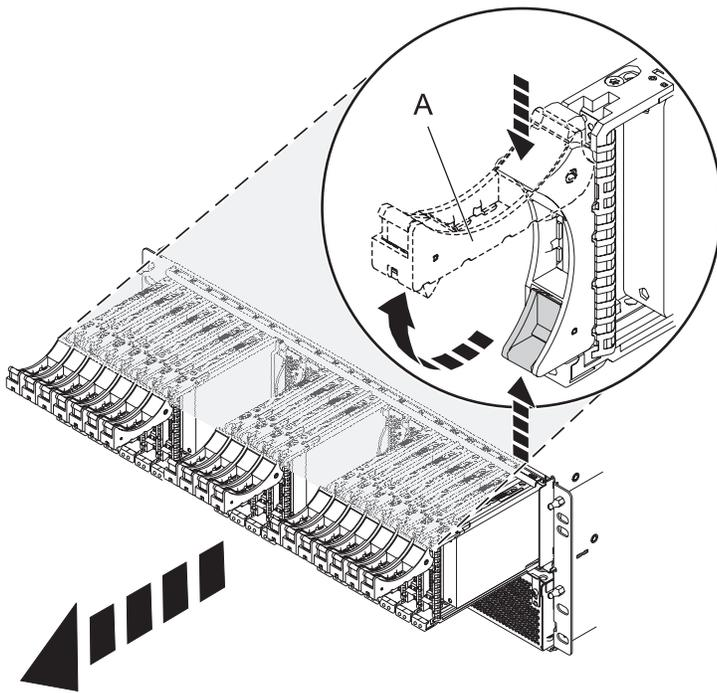

Figura 92. Extracción de las unidades de la placa posterior
4. Extraiga las unidades y los paneles de relleno como se muestra en Figura 92.